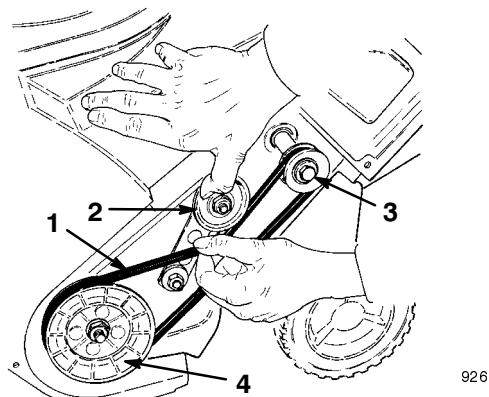

Figure 16
8. Tirez légèrement la poulie folle vers le haut tout en sortant la courroie d' entraînement. Laissez la poulie se détendre progressivement quand elle a dépassé la courroie (Fig. 16).
9. Tournez la turbine et extraire la courroie de la poulie. La courroie doit sortir facilement de la poulie d' entraînement (Fig. 16).
10. Enroulez la courroie de rechange sur la poulie d' entraînement. Saisissez la courroie d' entraînement, glissez-la sur la poulie de turbine et tournez la turbine jusqu'à ce que la courroie soit entièrement installée (Fig. 16).